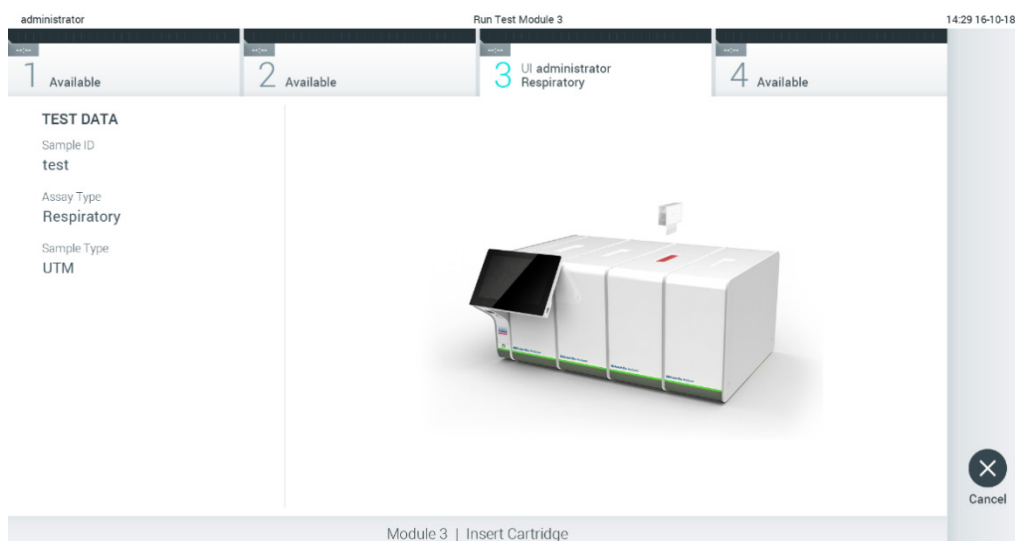

Bild 27. Sätta in QIAstat-Dx-analyskassetten i QIAstat-Dx Analyzer 1.0.
7. Kontrollera att båda provlocken på svabbporten och huvudporten på QIAstat-Dx-analyskassetten är stängda. När kassettingångsporten överst på QIAstat-Dx Analyzer 1.0 öppnas automatiskt sätter du in QIAstat-Dx-analyskassetten med streckkoden åt vänster och reaktionskamrarna nedåt (bild 27).